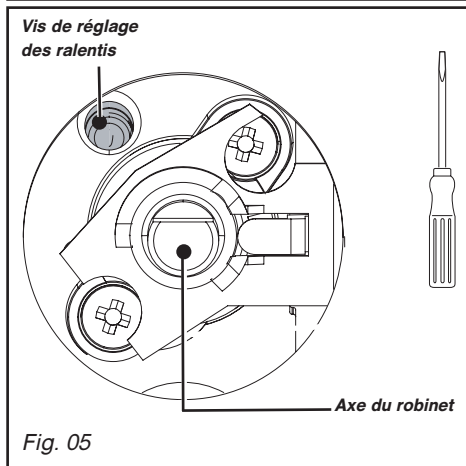

Fig. 05
- A l'aide d'un petit tournevis plat, **vissez à fond** la vis de réglage des ralenti en laiton (jaune) (Fig. 05), **dans le sens des aiguilles d'une montre**.
- Dévissez la vis de réglage des ralenti en laiton (jaune) (Fig. 05), à l'aide d'un petit tournevis plat, de **2 tours dans le sens inverse des aiguilles d'une montre**.